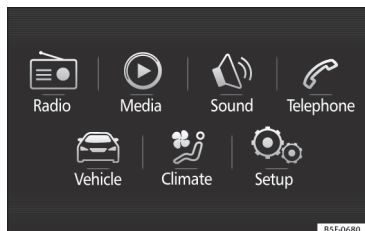

Fig. 33 Placering, se side 7-8
• Tryk på knappen **MENU** på systemet og forinden på knappen **CAR** » Fig. 33 eller knappen **CAR** på systemet for at gå til menuen **CAR** » Fig. 34.